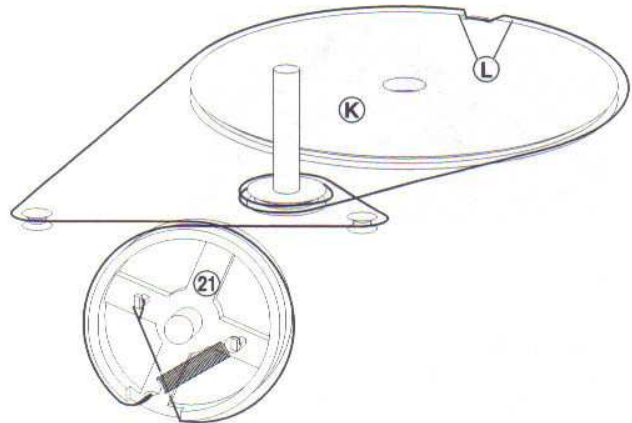

Fig.9
- Seilzug nach Fig.9 montieren.
- Mit dem Zeigerrad ⑳ (Fig.9) auf 98,00MHz abstimmen und Zeigerrad fixieren.
- Zeigerseil mit Heißkleber am Schwungrad fixieren (Klebestellen ㉒ Fig.9).
- Assemble the dial cord as shown in Fig.9.
- Tune to 98.00MHz with the pointer wheel ⑳ (Fig.9) and then fix it.
- Fix the pointer cord at the cord pulley (fixing points ㉒ Fig.9).